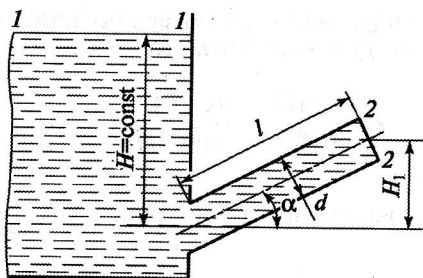

Рис. 6.1
**Задача 6.19.** Жидкость с коэффициентом кинематической вязкости  $\nu = 0,1 \text{ см}^2/\text{с}$  течет по наклонному трубопроводу диаметром  $d = 20 \text{ мм}$  и длиной  $l = 20 \text{ м}$  под действием постоянного напора  $H = 1 \text{ м}$  (рис. 6.1). Рассчитать минимальный угол наклона трубопровода  $\alpha$ , при котором режим течения жидкости будет ламинарным. Местными потерями напора можно пренебречь.